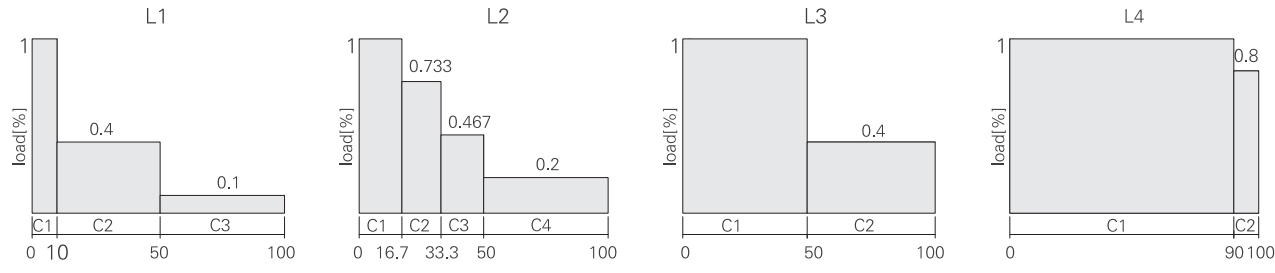

图3 起重机械典型载荷谱/Figure 3 Crane load spectrum
5.3起重机械典型载荷谱（图3）
5.3 Typical load spectrum for crane (figure 3)